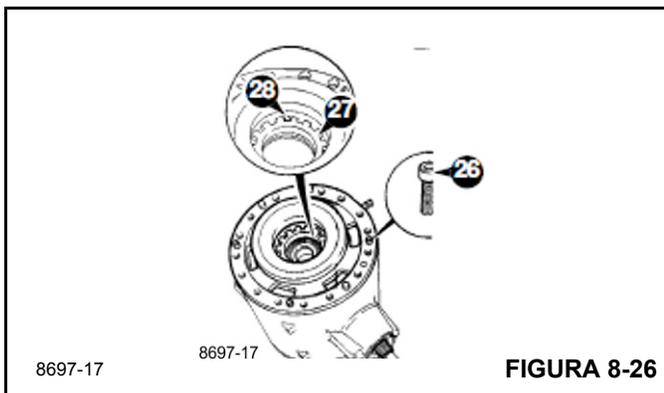

FIGURA 8-26
26. Aplique Loctite 574 a la superficie de acoplamiento de la cabeza motriz, luego instale la caja de émbolo de freno. Asegúrese de que las marcas hechas durante el desarmado queden alineadas. Coloque los pernos (Figura 8-26). Apriete a un par de 56 Nm (42 lb-pie). (Tiene validez para ambas cajas de émbolo.)